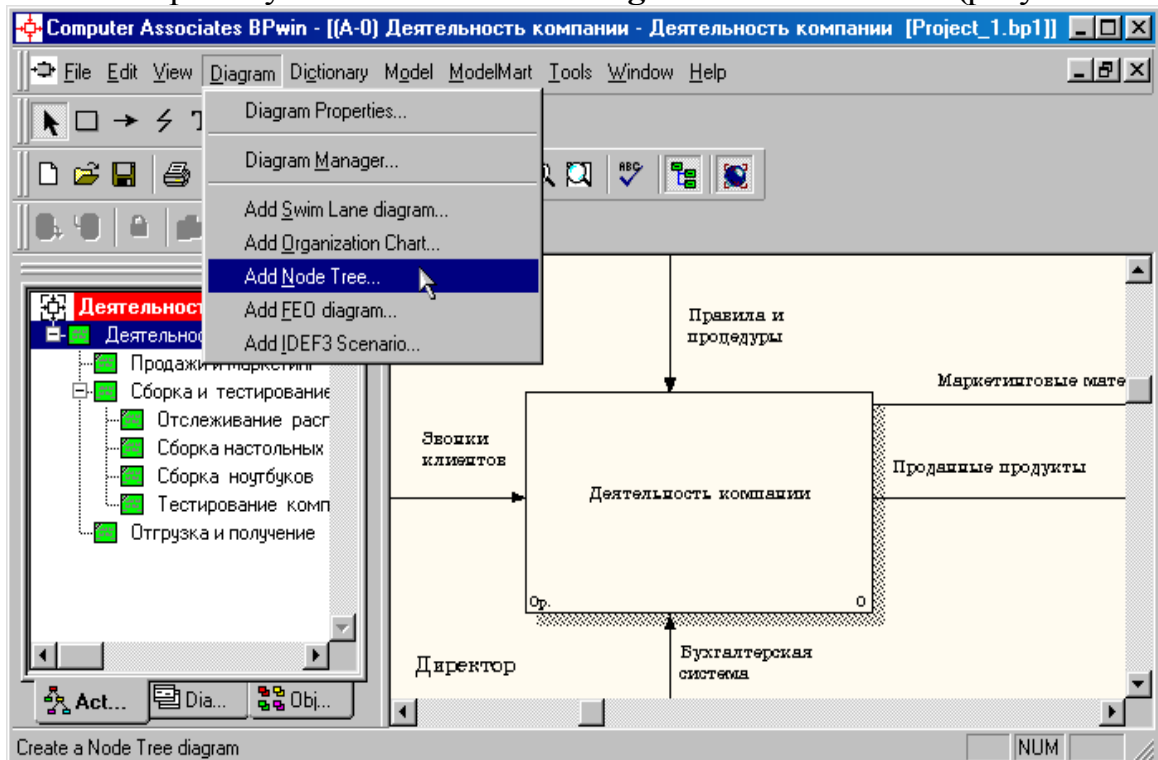

Рисунок 1.27 – Пункт главного меню **Diagram/Add Node Tree**
1. Выберите пункт главного меню **Diagram/Add Node Tree** (рисунок 1.27).